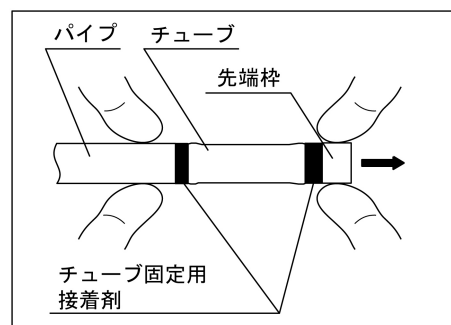
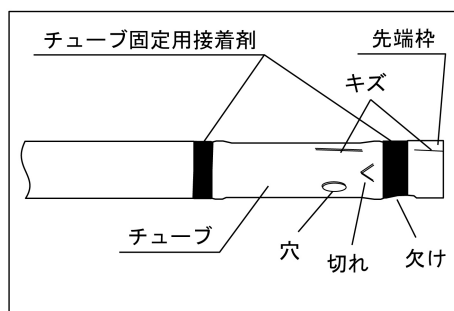

図 1
図 2
(2)図 1 のようにレンズ洗浄シースの先端棒をつまんで 4.9N (0.5 kgf、チューブがおおよそ 8mm 伸びる) 程度の力で軽く引っ張り、緩みがないことを確認する。緩みがある場合は使用しないで廃棄すること。[接続部の劣化が疑われ、先端棒、チューブまたはチューブ固定用接着剤が脱落するおそれがある。]
- (3)図 1 のようにレンズ洗浄シースの先端枠をつまんで 4.9N (0.5kgf、チューブがおおよそ 8mm 伸びる) 程度の力量で軽く引っ張った状態で、図 2 のように、レンズ洗浄シースの先端枠、チューブ、チューブ固定用接着剤に切れ、穴、キズ、欠けなどがないことを確認する。切れなどがある場合は使用しないで廃棄すること。[先端枠、チューブあるいはチューブ固定用接着剤が脱落するおそれがある。]